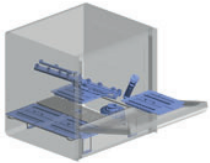

Fig. 4
- Si está presente, quite los filtros y límpielos con un cepillo bajo agua corriente (véase Fig. 4).